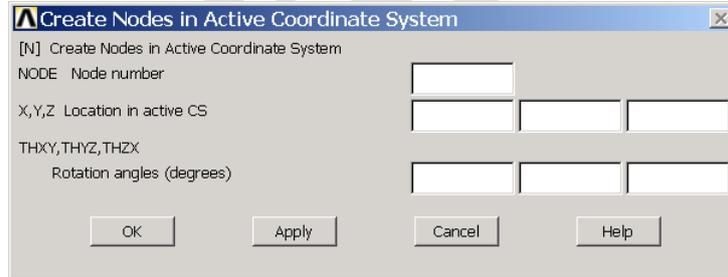

图2.22 生成节点
(1) 启动 ANSYS，单击 Main Menu>Preprocessor>Modeling>Create>Nodes>In Active CS 菜单，弹出如图 2.22 所示的【Create Nodes in Active Coordinate System】对话框。